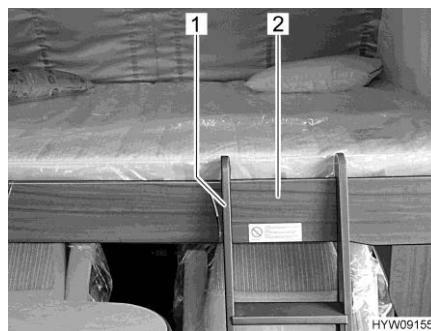

Fig. 98 Échelle de montée (lit escamotable)
- Accrocher l'échelle de montée (Fig. 98,1) à la bordure (Fig. 98,2) du lit escamotable à l'aide des deux étriers. Veiller lors de l'accrochage à ce que les étriers reposent sur les fixations intérieures. Un décalage latéral de l'échelle de montée est ainsi exclu.
- Décrocher l'échelle de montée (Fig. 98,1) de la bordure (Fig. 98,2) du lit escamotable.